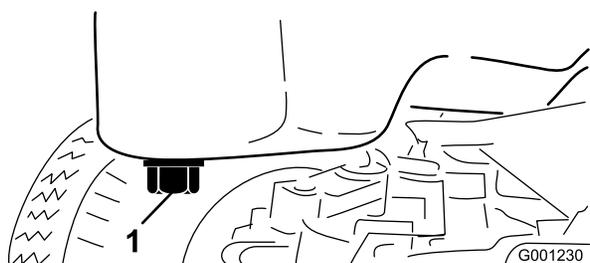

図 49
3. オイルパンの下についているドレンプラグの下に廃油受けをおく(図 49)。